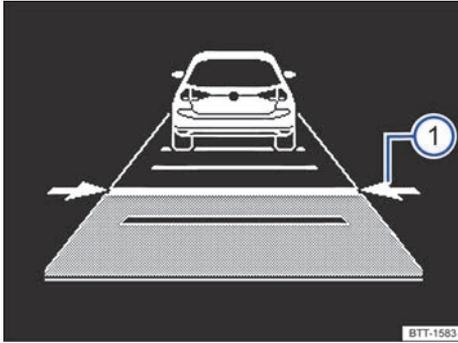

Fig. 130 En la pantalla del cuadro de instrumentos: ajustar la distancia (representación esquemática, el ACC regula).
En la pantalla del cuadro de instrumentos se muestra el nivel ajustado → **fig. 130** ①. Tenga en cuenta las disposiciones legales sobre la distancia mínima de seguridad del país en cuestión.